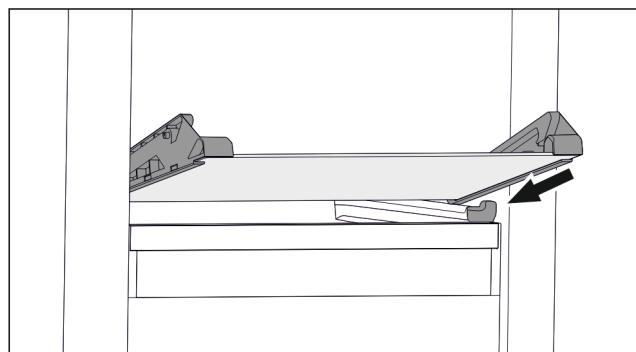

Fig. 67 可倾倒抽屉的玻璃隔板
- ▶ 将玻璃隔板斜放在止动器后面。(参见 Fig. 67)